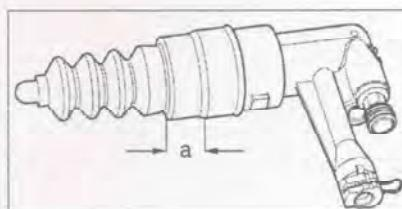

Рис. 7.169. Перед установкой рабочего цилиндра сцепления, нанесите на участок а тонкий слой консистентной смазки G 052 150 A2.
8. Перед установкой рабочего цилиндра сцепления нанесите на участок а тонкий слой консистентной смазки G 052 150 A2 (рис. 7.169).